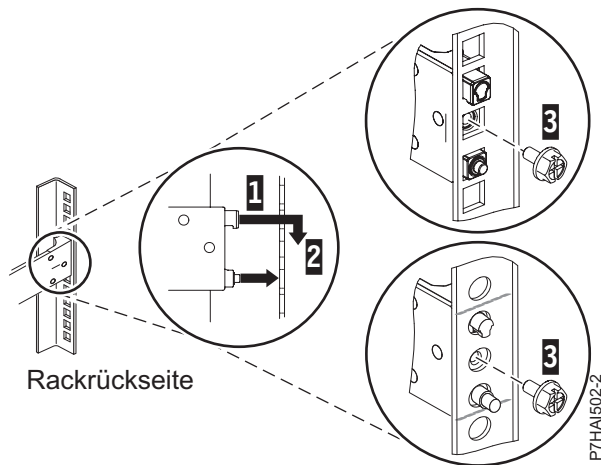

Abbildung 20. Stifte an den Bohrungen in der Rückseite des Racks ausrichten und in den Bohrlöchern einrasten lassen
3. Richten Sie die zwei Stifte an der Rückseite der Schiene an den zuvor markierten oberen und unteren Bohrungen in der ausgewählten EIA-Einheit aus. Ziehen Sie die Schiene zu sich heran, um die zwei Stifte in die Rackbohrungen einzusetzen **(1)** und senken die Schiene ab **(2)**, damit der hakenförmige obere Stift einrastet. Einzelheiten finden Sie unter Abb. 20 auf Seite 23. Stellen Sie sicher, dass die zwei Stifte aus den Rackbohrungen herausragen, bevor Sie mit dem nächsten Schritt fortfahren.